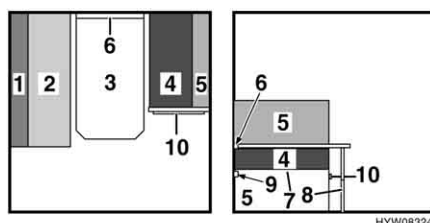

Fig. 30 Prima della trasformazione
- Sistemare i cuscini del divano (Fig. 30,2 e 4).
- Sollevare leggermente il piano del tavolo (Fig. 30,3) in avanti.
- Sbloccare l'arresto al piede del tavolo (Fig. 30,8) e ribaltare all'indietro la metà inferiore del piede del tavolo di 90°.
- Alzare il piano del tavolo (Fig. 30,3) di circa 45°, sollevarlo dalla guida di supporto superiore (Fig. 30,6) e mantenerlo ad un angolo di 45°.